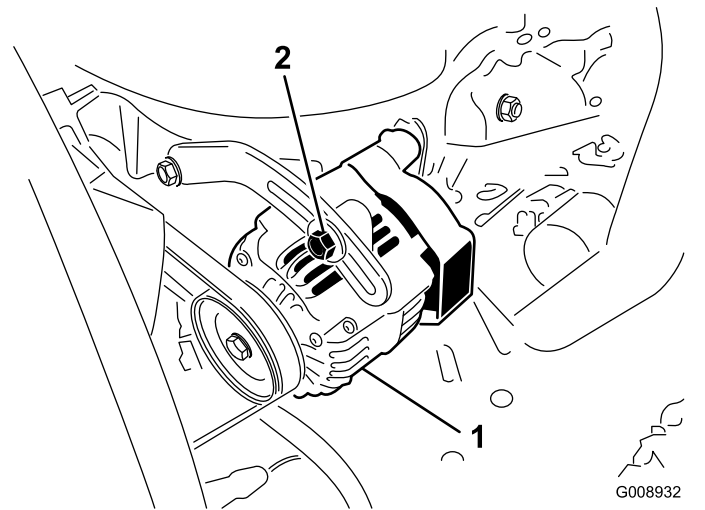

図 50
- たわみが10mmでない場合には、オルタネータ取り付けボルトをゆるめる **図 50**。